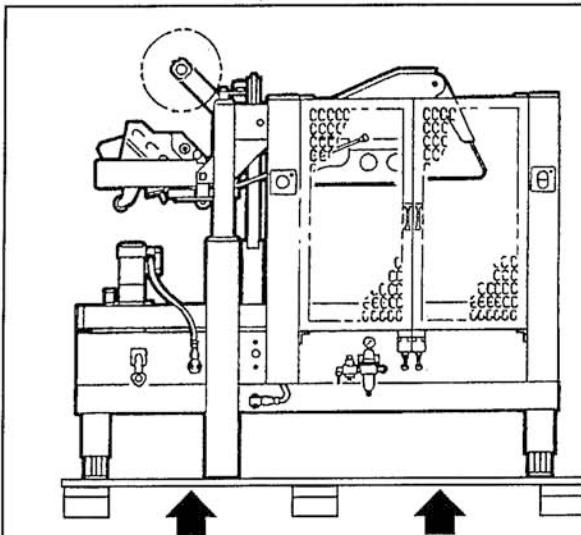

Figure 21
A l'aide d'un chariot élévateur, transporter la machine dans la zone d'opération, tout en soulevant la palette aux points indiqués sur la Figure 21 (poids de la machine + palette = 400 kg).
*Maschine mit Gabelstapler oder Handgabelhubwagen in die Arbeitsposition transportieren; Hubgabeln an den mit Pfeilen in Figure 21, gekennzeichneten Punkten positionieren.*